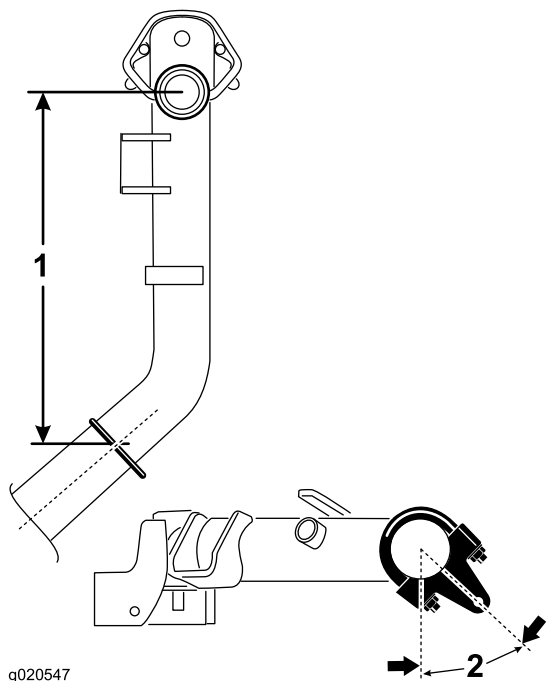

Figura 6
4. En los brazos de elevación números 2 y 3, posicione los soportes y los pernos en U a 38,1 cm por detrás de la línea central del nudo del pivote (Figura 6).